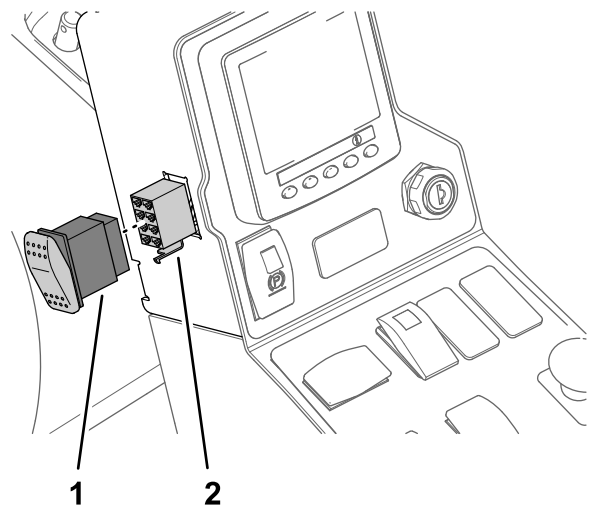

**Figura 16**
1. Desde dentro del panel de control, presione sobre el tapón para sacarlo del lateral del brazo (Figura 16).